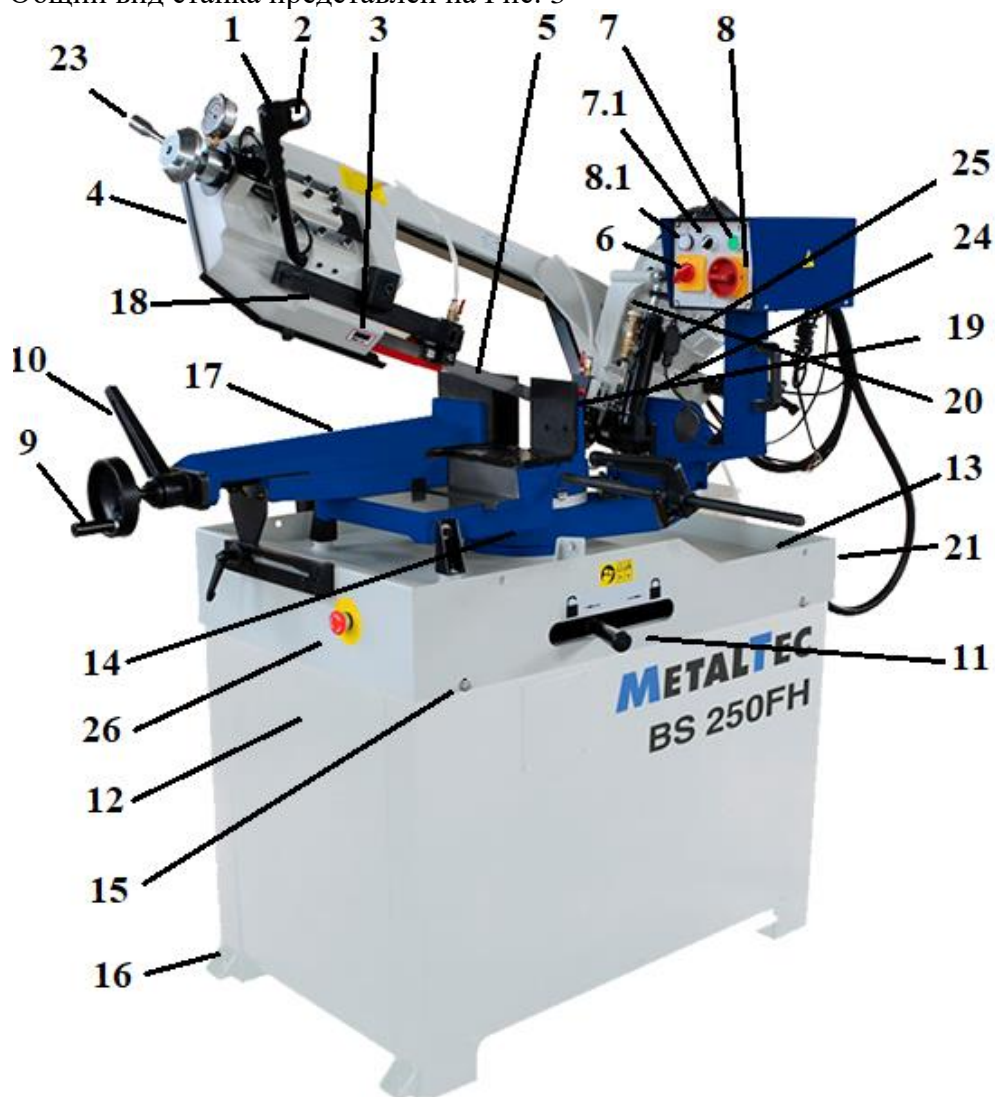

Рис. 3 Общий вид.
4.1.1. Общий вид станка представлен на Рис. 3